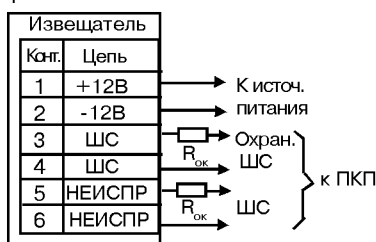

Рис.3
- Выполните соединения согласно рис.3.